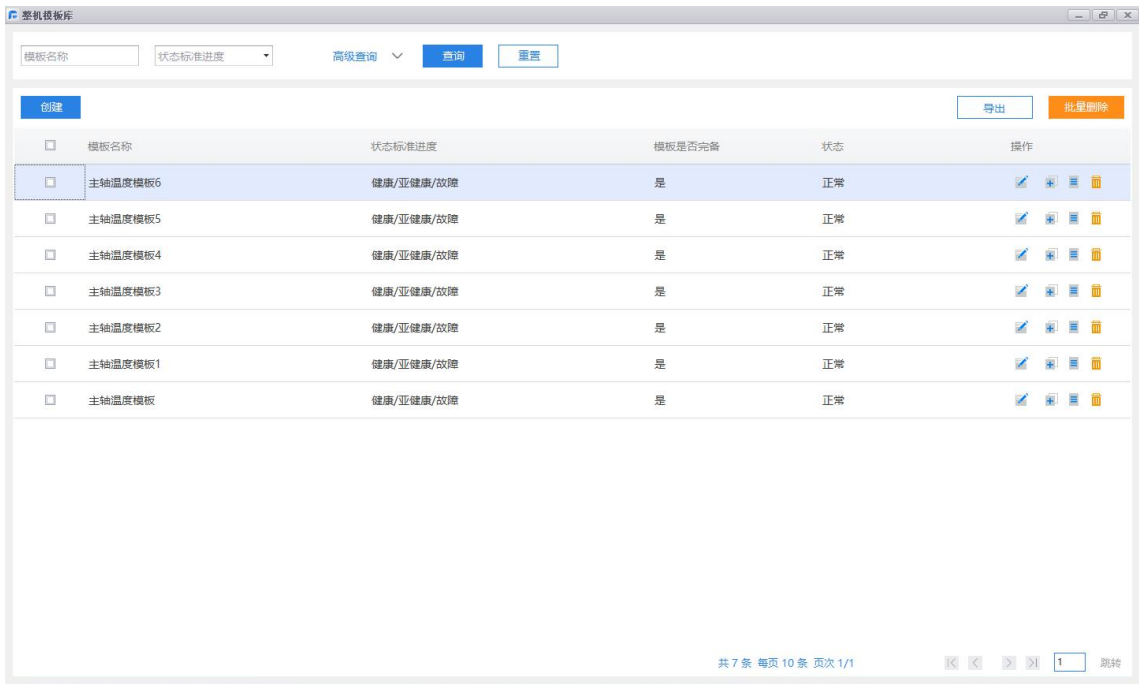

图 2-16-2-2 整机模板库界面
2.1 整机模板库：点击“整机模板库”打开整机模板界面，如图 2-16-2-2 所示。整机模板库界面上有三个功能区：查询操作区、功能操作区、数据展示区；查询操作区包括：查询条件、查询、高级查询、重置；功能操作区包括：创建、导出、批量删除；数据展示区包括：整机模板的修改、复制、详情、删除。